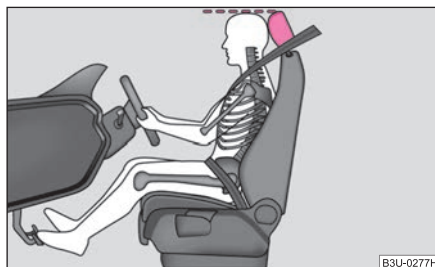

Abb. 136 Die richtige Kopfstützeinstellung des Fahrers
- Stellen Sie die Kopfstütze so ein, dass die Oberkante der Kopfstütze sich möglichst auf einer Höhe mit dem oberen Teil Ihres Kopfes befindet ⇒ Abb. 136.
- Stellen Sie die Kopfstütze so ein, dass die Oberkante der Kopfstütze sich möglichst auf einer Höhe mit dem oberen Teil Ihres Kopfes befindet ⇒ Seite 129, Abb. 136.
- Stellen Sie die Kopfstützen so ein, dass die Oberkante der Kopfstützen sich möglichst auf einer Höhe mit dem oberen Teil Ihres Kopfes befinden ⇒ Seite 129, Abb. 136.